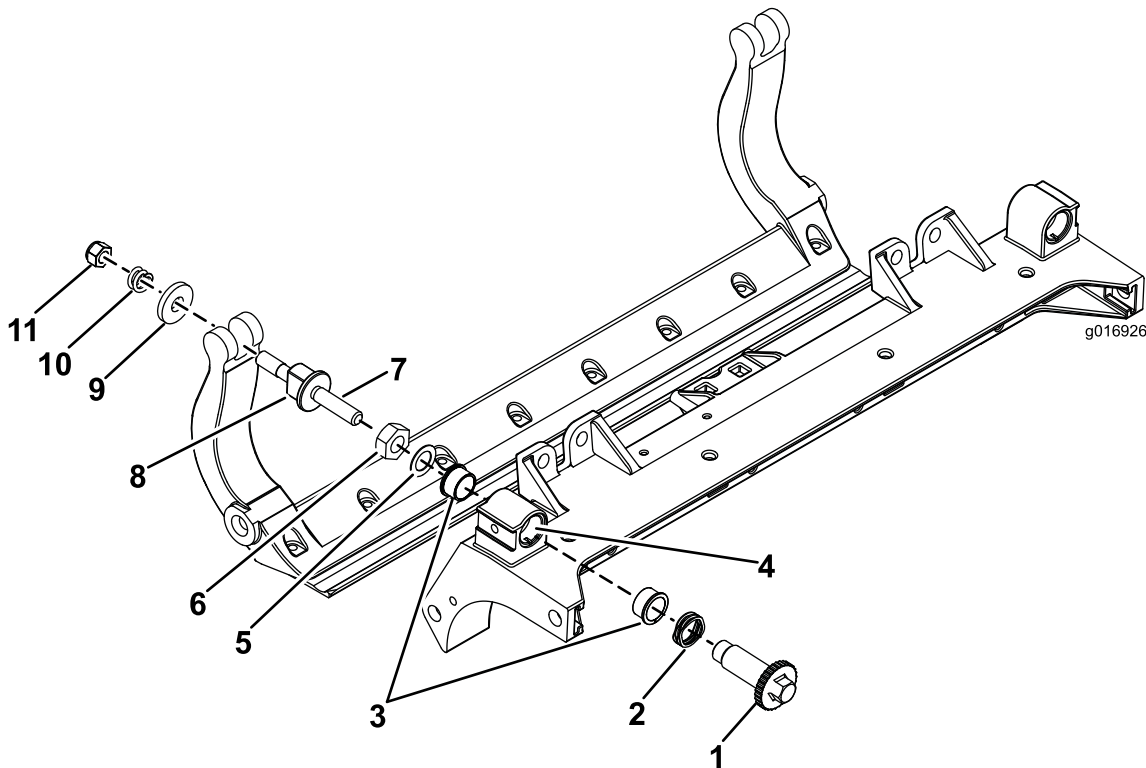

图33
- 1. 拆除所有零件 (请参阅 HD DPA 套件 安装说明和 图 33)。
- 2. 将防粘剂涂抹到滚刀组中心机架 (图33) 的轴套区内侧。
- 3. 将凸缘轴套上的键与机架的槽对准, 然后安装轴套 (图33)。
- 4. 将一个波形垫圈安装到调节器轴上, 然后将调节器轴滑入滚刀组机架中的凸缘轴套内 (图33)。
- 5. 使用扁平垫圈和锁紧螺母固定调节器轴 (图33)。
- 12. 在两个尼龙垫圈的外侧各放一个钢垫圈 (图33)。
- 注意: 内侧的垫圈可能有空隙 (图33)。
- 15. 旋紧每个底刀架调节器总成上的螺母, 直到加压弹簧完全压缩, 然后往回松开 1/2 圈 (图33)。